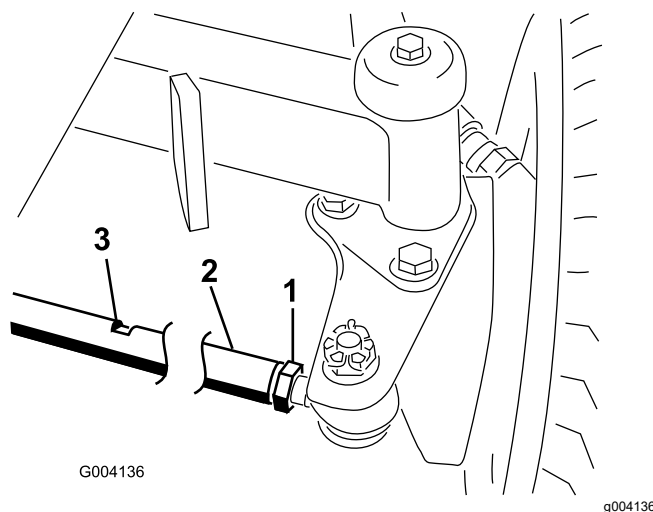

**Figura 98**
1. Afloje las contratuercas de ambos extremos del tirante (Figura 98).